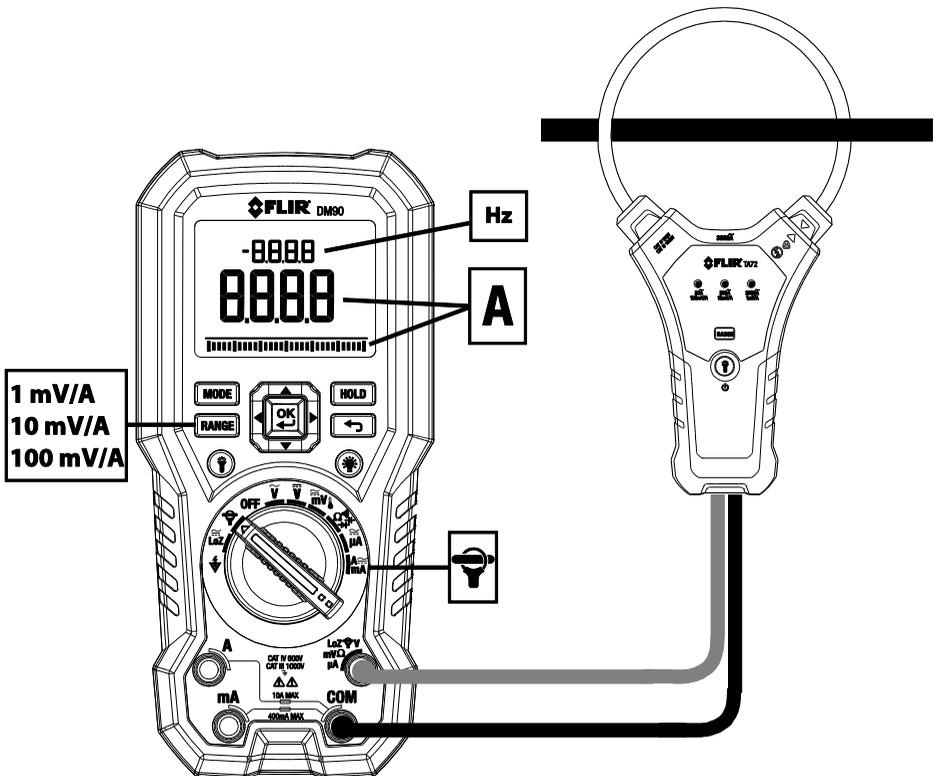

Fig. 5-11 Application de la pince FLEX
2. Connectez un adaptateur de pince, comme illustré sur la Fig. 5-11.